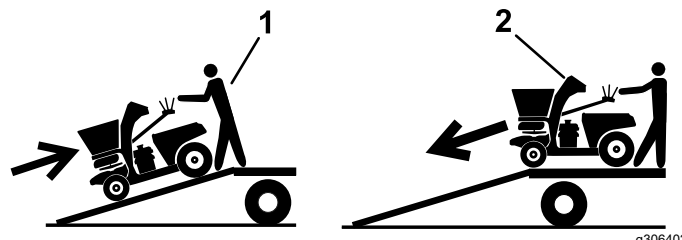

Figura 64
5. Suba la máquina a la rampa hacia adelante (Figura 64).